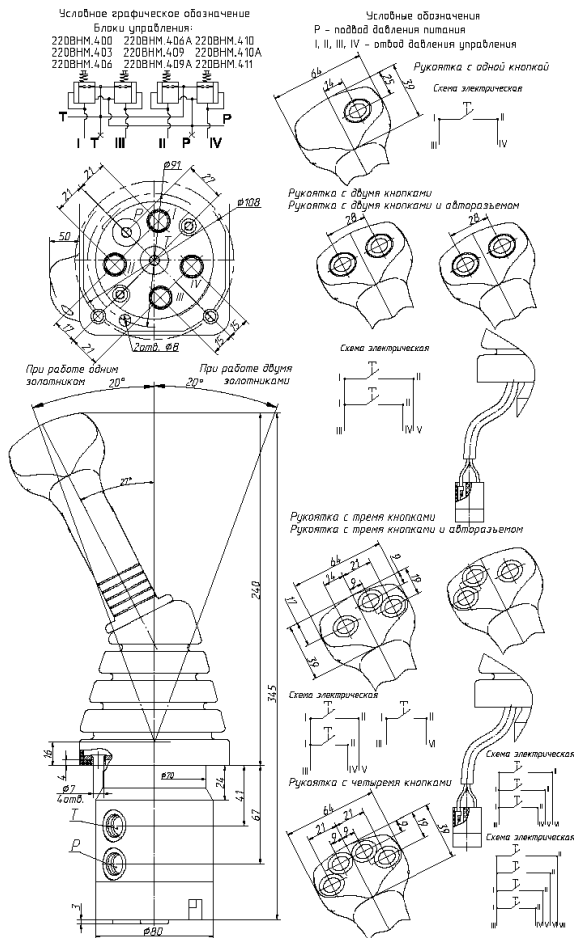

Рисунок 1 - Блоки управления четырехзолотниковые с одной рукояткой серии 220ВНМ.400, варианты рукояток
1.5 Основные габаритные и присоединительные размеры блоков управления, гидравлическая схема, приведены на рис.1, технические характеристики блоков управления приведены в таблице 1.